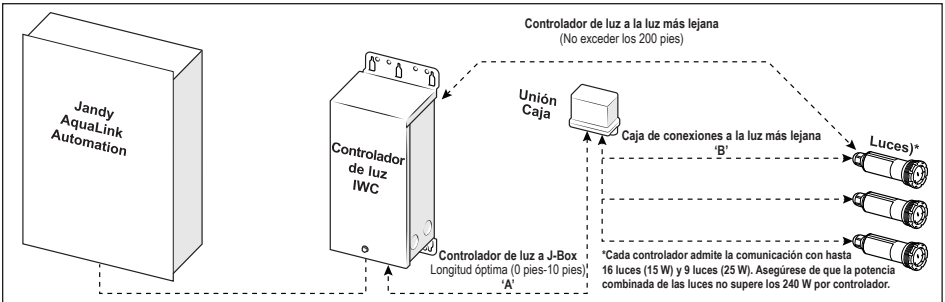

Figura 4. Diagrama de cableado Jandy LED Infinite WaterColors
- Pase un conector de conducto por el orificio preperforado del controlador de luces; consulte la *Figura 4*.
- Conecte los cables de bajo voltaje con tuercas para alambre (el cable blanco al cable anaranjado y el cable negro al cable anaranjado). Consulte la *Figura 4*. Si instala una luz de nicho, conecte el cable de tierra verde a la barra de terminales en el controlador.